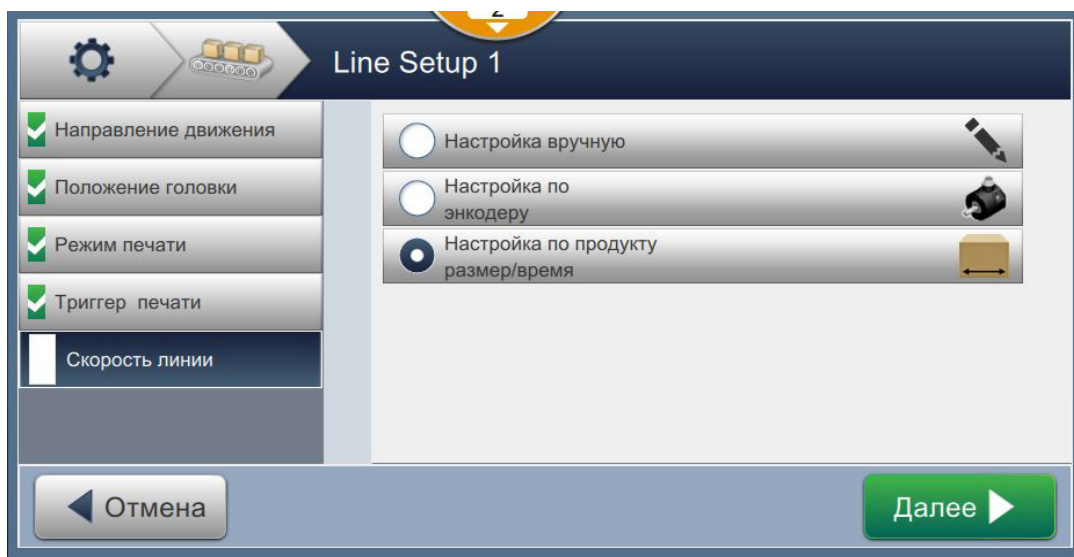

Рис. 6-36: Скорость линии – определяемая по энкодеру
2. Измените нужные настройки на экране «Параметры», как показано на Рис. 6-36.